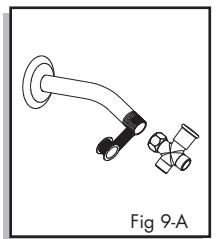

Fig 9-A
9. Coloque cinta de plomería (incluida) alrededor del brazo de la ducha en sentido de las agujas del reloj. Coloque en cambiador (Diverter) en el brazo de la ducha girando en sentido de las agujas del reloj(Fig 9-A).
- 9 . Coloque el extremo de la manguera en el conector de pared(Fig 9-B).